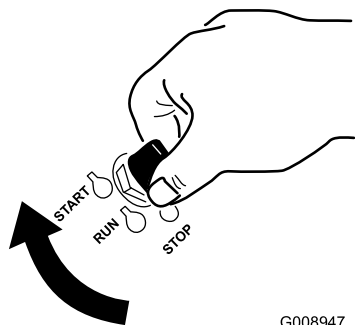

Figure 20
1. Tournez la clé de contact à la position de DÉMARRAGE (Figure 20).